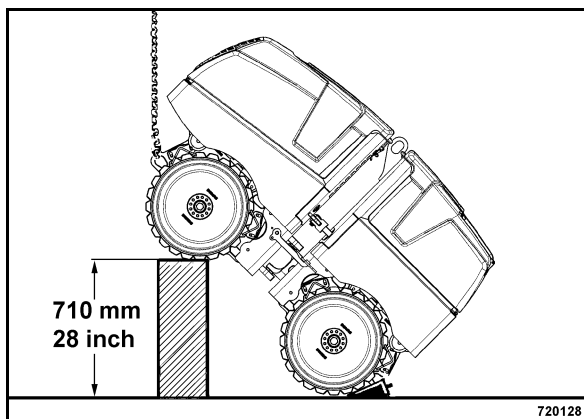

Рис. 102
- Приподнять впереди и надежно подпереть машину (Рис. 102).